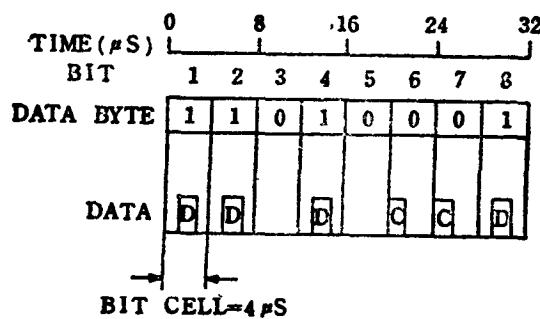

图 1-3 MFM倍密度编码方式每个BIT CELL内不一定非要CLOCK BIT不可，故容量写FM的2倍
CLOCK BIT仍然被采用，但是只有在前一个BIT CELL及目前BIT CELL都无DATA BIT时才被写入。所以大家在图1-3可看到每个BIT CELL只有一次磁通变化(FLUX CHANGE)。
MFM编码规则(图1-3)
- (1) DATA BIT是写在每一个BIT CELL的中央。
- (2) 如果在目前这个BIT CELL没有DATA BIT，并且前一个BIT CELL也没有DATA BIT，则一个CLOCK BIT会被安排写在目前BIT CELL的开头处。如图1-3中的BIT6及BIT7。